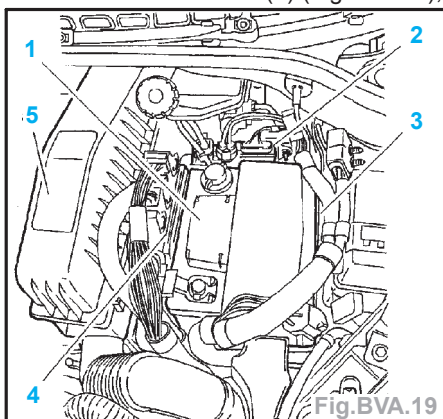

Fig. BVA.19
- le calculateur moteur (2) (Fig. BVA.19),